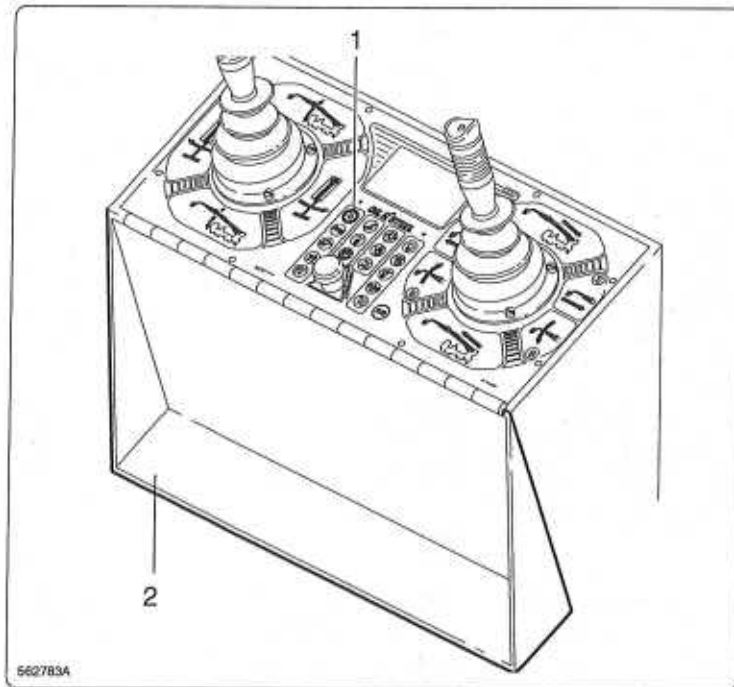

fig. 7.7.1
- Spegnere il quadro comandi premendo il tasto luminoso "1"  fig. 7.7.1 e staccare la cintura di sicurezza.
- Chiudere il quadro comandi con il coperchio "2" (fig. 7.7.1).